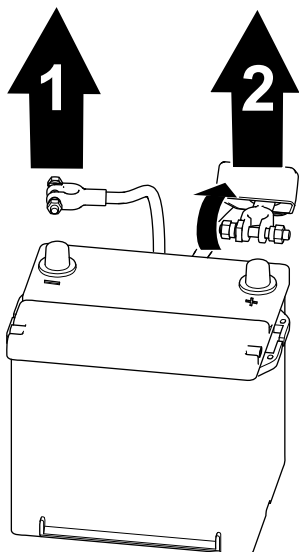

Figura 60
1. Retire el cable negativo del borne de la batería (Figura 60).
2. Eleve el aislante y retire el cable positivo de la batería del borne de la batería (Figura 60).